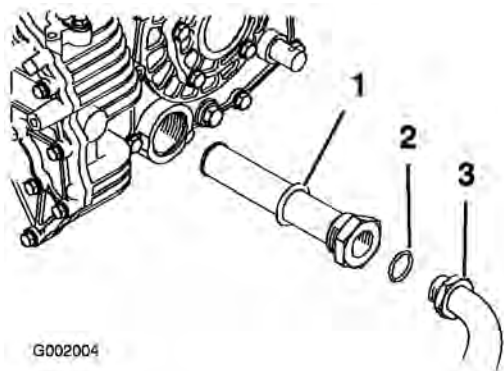

Figure 66
5. Déposez le flexible hydraulique et le raccord à 90° (Figure 66).